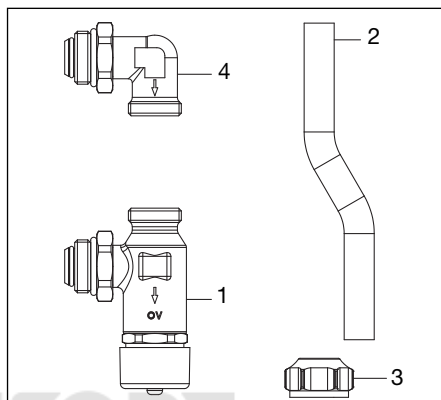

Рис. 5.1 Комплект поставки
- Угольник (часть 4, рис. 5.1) вкрутить в подающую балку.
- Корпус (часть 1, рис. 5.1) вкрутить в обратную балку.
- Присоединительный набор (резьбовые соединения) (часть 3, рис. 5.1) надеть на концы трубки (часть 2, рис. 5.1).